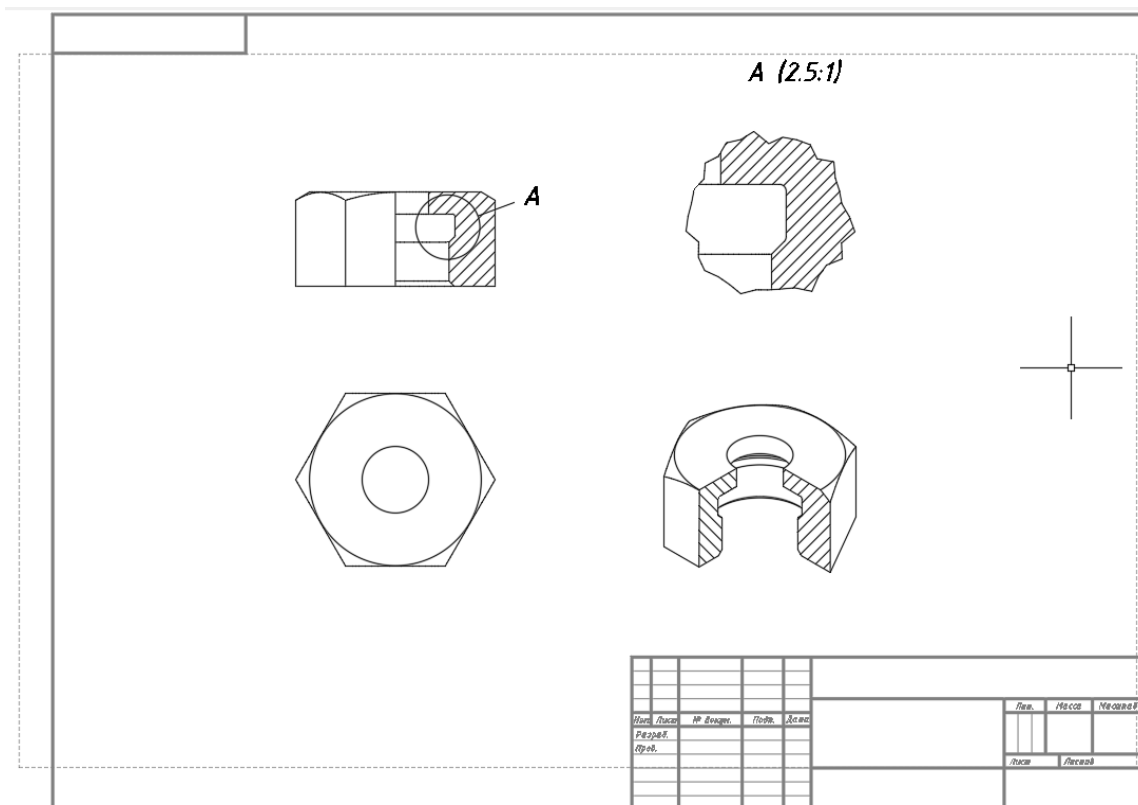

Рис. 3.25. Расположение изображений на чертеже
15. Перенесите созданное аксонометрическое изображение под выносной элемент (рис. 3.25). Для переноса используйте центральную синюю ручку вида.